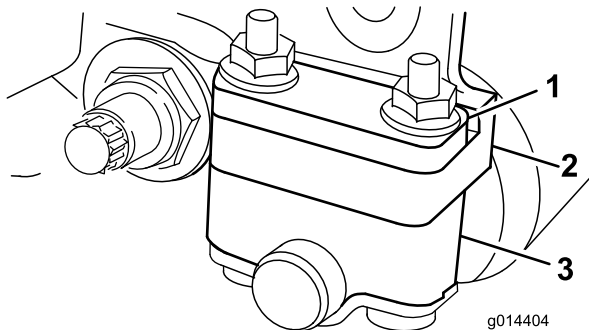
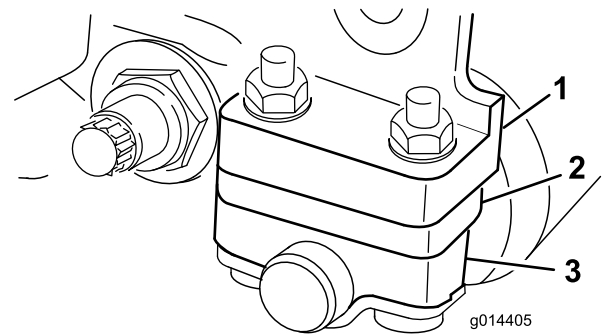

図 6
図 7
- 使用する刈高範囲に合わせて後ローラブラケット **図 6** または **図 7** の取り付け位置を上位置または下位置に変更する。
刈高 1.6 - 6.4 mm の場合 スペーサをサイドプレート取り付けフランジの上にセット出荷時の設定する (**図 6**)。
刈高範囲が 3 - 25.4 mm の場合 スペーサを取り付けフランジの下にセットする (**図 7**)。